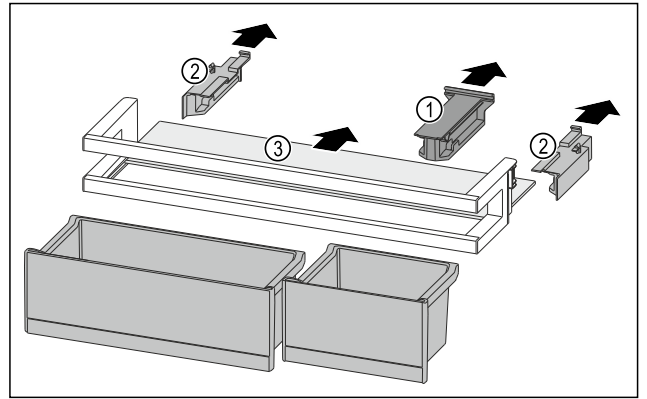

Fig. 148
- ▶ 拉出定位件 Fig. 148 (1)。
- ▶ 拉出侧面部分 Fig. 148 (2)。
- ▶ 取出搁板 Fig. 148 (3)。